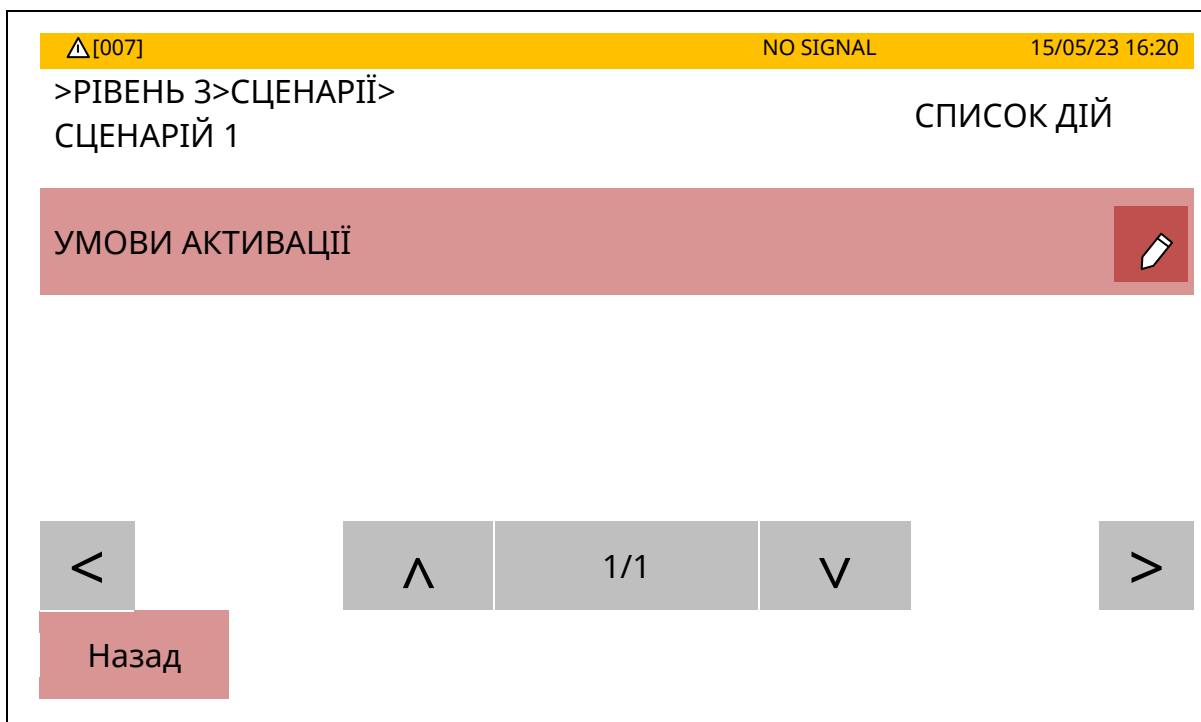

Рисунок 10.19.4 - Перехід до налаштування умов виконання дії
10.19.3.1 Після створення алгоритму дій в сценарій необхідно додати умови для початку його виконання. У вікні рис. 10.19.3 необхідно доторкнутися до кнопки **[УМОВИ АКТИВАЦІЇ]**. Результат зображений на рис. 10.19.4.
Якщо доторкнутися до кнопки [] у виділеному рядку (рис. 10.19.4), то відкривається вікно загальних налаштувань умов активації сценарію: